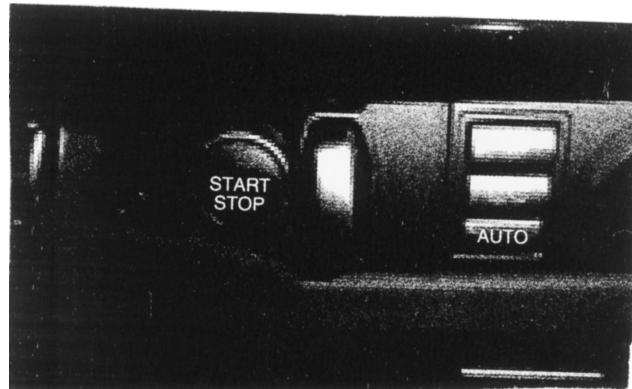

图 1-13 启动按钮
- 1) 把钥匙插入启动开关内（图1-13）。
- 2) 不要踩制动踏板（踩了就启动设定锁止系统了），按下遥控钥匙边上的起动按钮（START STOP）2下（图1-13）。